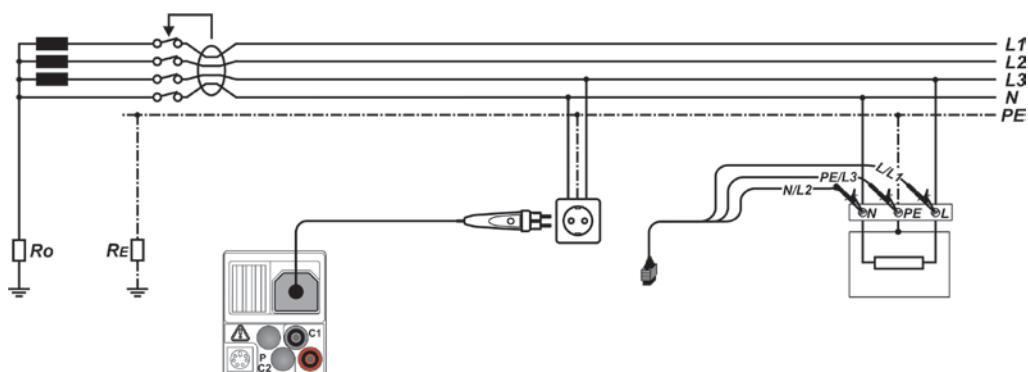

Рисунок 5.20: Подключение штепсельного щупа «plug commander» и 3-х проводного тестового кабеля
- **Подключите** испытательную проводку (выводы) к исследуемому компоненту (см. Рисунок 5.20: Подключение штепсельного щупа «plug commander» и 3-х проводного тестового кабеля
- **Подключите** испытательные провода (выводы) к исследуемому компоненту (см. Рисунок 5.20: Подключение штепсельного щупа «plug commander» и 3-х проводного тестового кабеля).
- **Подключите** измерительную проводку (выводы) к тестируемому элементу (см. Рисунок 5.20: Подключение штепсельного щупа «plug commander» и 3-х проводного тестового кабеля).
<ul style="list-style-type: none"> <input type="checkbox"/> Выберите функцию УЗО при помощи кнопок переключателя функций. <input type="checkbox"/> Выберите подфункцию АВТО. Классификация результатов измерения I_c УЗО будет осуществляться одновременно с сохранением. Автоматическая проверка AUTO осуществляются одинаково независимо от выбранной подфункции. Тем не менее, важно выбрать соответствующую подфункцию, чтобы классифицировать правильно результаты измерений для учета в проверочной документации (отчетах об испытаниях). <input type="checkbox"/> Установите тестовые параметры (при необходимости). <input type="checkbox"/> Подключите испытательный кабель к прибору. <input type="checkbox"/> Подключите измерительную проводку (выводы) к тестируемому элементу (см. Рисунок 5.20: Подключение штепсельного щупа «plug commander» и 3-х проводного тестового кабеля <input type="checkbox"/>). <input type="checkbox"/> Для проведения испытаний нажмите на кнопку ПРОВЕРКА (TEST). 	Начало испытаний